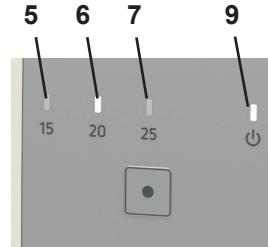

Fig. 4
- ♦ El indicador de funcionamiento verde (9, fig. 4) parpadea rápidamente.
- ♦ El indicador amarillo del umbral ajustado se ilumina (5, 6, 7, fig. 4).
- ♦ El indicador de funcionamiento verde (9, fig. 4) se ilumina.
Mientras el caudal volumétrico sea superior al valor umbral fijado, se enciende el indicador correspondiente (5, 6, 7, fig. 4).